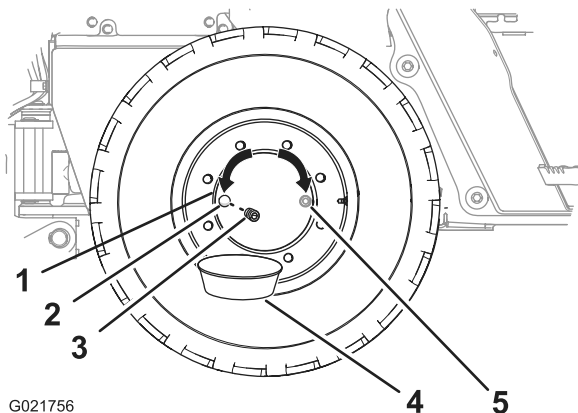

Рисунок 84
2. Переместите машину вперед или назад так, чтобы пробка ступицы колеса находилась в положении на «3 часа» или «9 часов» (**Рисунок 84**).
4. Подставьте сливной поддон под сливное отверстие ступицы колеса (**Рисунок 84**).
5. Отверните пробку ступицы колеса (**Рисунок 84**).
6. Убедитесь в том, что масло находится на уровне нижней части резьбы маслосливного отверстия (**Рисунок 84**).
8. Заверните пробку в маслосливное отверстие ступицы колеса (**Рисунок 84**).